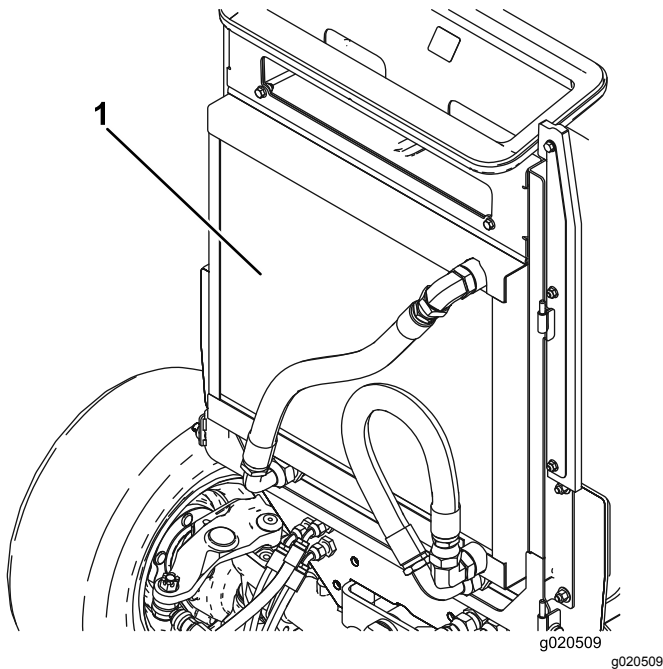

図 50
2. オイルクーラとラジエターの両方の裏表 図 50 を圧縮空気で丁寧に清掃する。機体の前側からエアを吹きつけて後ろ側にゴミを吹き飛ばします。その後、今度は後ろ側から前側に向かって吹きつけて清掃します。この作業を数回繰り返してごみやほこりを十分に落とす。